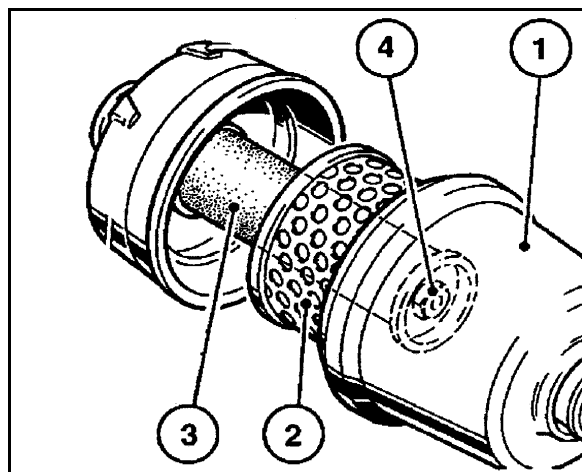

Рис. 161
1. Отверните барашковую гайку на кожухе фильтра (Рис. 161/1).
2. Снимите кожух фильтра и извлеките наружный фильтрующий элемент (Рис. 161/2).
6. Ежегодно заменяйте внутренний фильтрующий элемент (Рис. 161/3) (ни в коем случае не очищайте его).
- o Отверните шестигранную гайку (Рис. 161/4) и извлеките внутренний фильтрующий элемент.